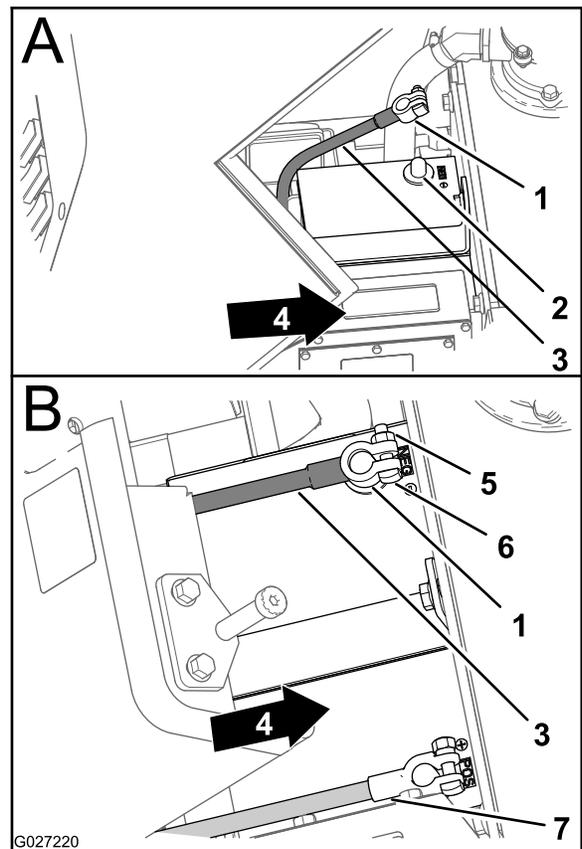

Figura 21
2. Compruebe el par de apriete del cable positivo (Figura 21).